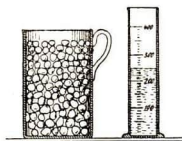

Abb. 10
**7. Der Sand** füllt ersichtlich den äußerlich von ihm eingenommenen Raum nicht ganz aus; es bleiben zwischen den Sandkörnern leere Zwischenräume übrig, die **Poren** (Abb. 10).